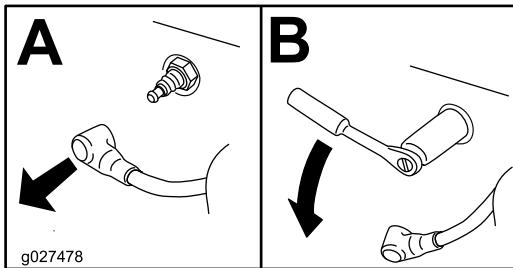

Figura 47
4. Togliete la candela (Figura 47).